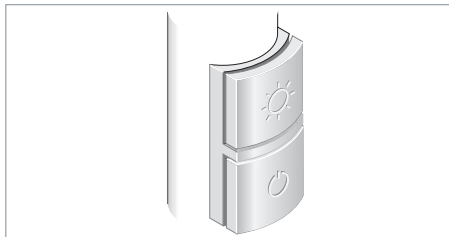

Fig. 15: elemento di comando con apparecchio d'illuminazione a comando sincrono (optional).
- elemento di comando con apparecchio d'illuminazione a comando sincrono (optional), vedi Fig. 15
- Premere il tasto superiore o inferiore, vedi Fig. 15
- Premere il tasto inferiore, vedi Fig. 15.
- Premere il tasto superiore e tenerlo premuto, vedi Fig. 15.